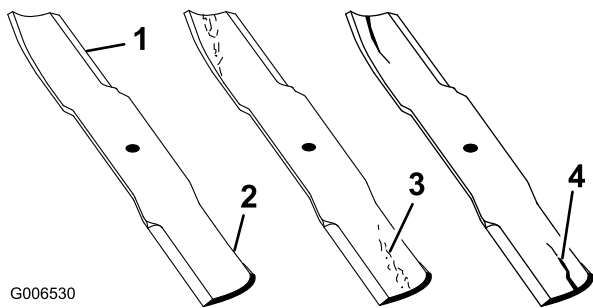

Figure 56
1. Examinez le tranchant des lames (Figure 56). Si les lames ne sont pas tranchantes ou si elles présentent des indentations, enlevez-les et aiguissez-les (voir Aiguisage des lames).
2. Inspectez les lames, surtout la partie relevée (Figure 56). Remplacez immédiatement toute lame endommagée, usée ou qui présente une entaille (Figure 56).